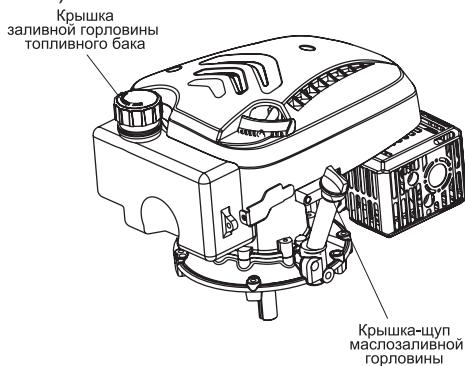

Рис. 5 Расположение крышки-щупа маслозаливной горловины и крышки заливной горловины топливного бака
2. Открутите крышку-щуп маслозаливной горловины и извлеките щуп (Рис. 5).
2. Открутите крышку заливной горловины топливного бака (Рис. 5).